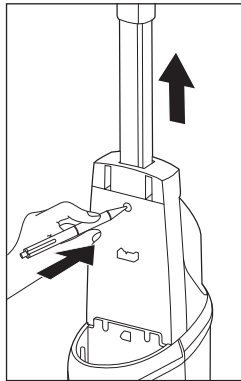

Abb. 2
- ▶ Wenn Sie das Handteil ❶ vom Gerät abmontieren möchten, müssen Sie zuerst den Frischwasserbehälter ❶ entfernen (siehe Kapitel **Frischwasserbehälter auffüllen**). Wenn Sie den Frischwasserbehälter ❶ entfernt haben, drücken Sie die Einrastung des Handteils ❶ mit einem spitzen Gegenstand aus der Einrastöffnung. Anschließend können Sie das Handteil ❶ wieder aus dem Gerät ziehen (siehe Abb. 2).